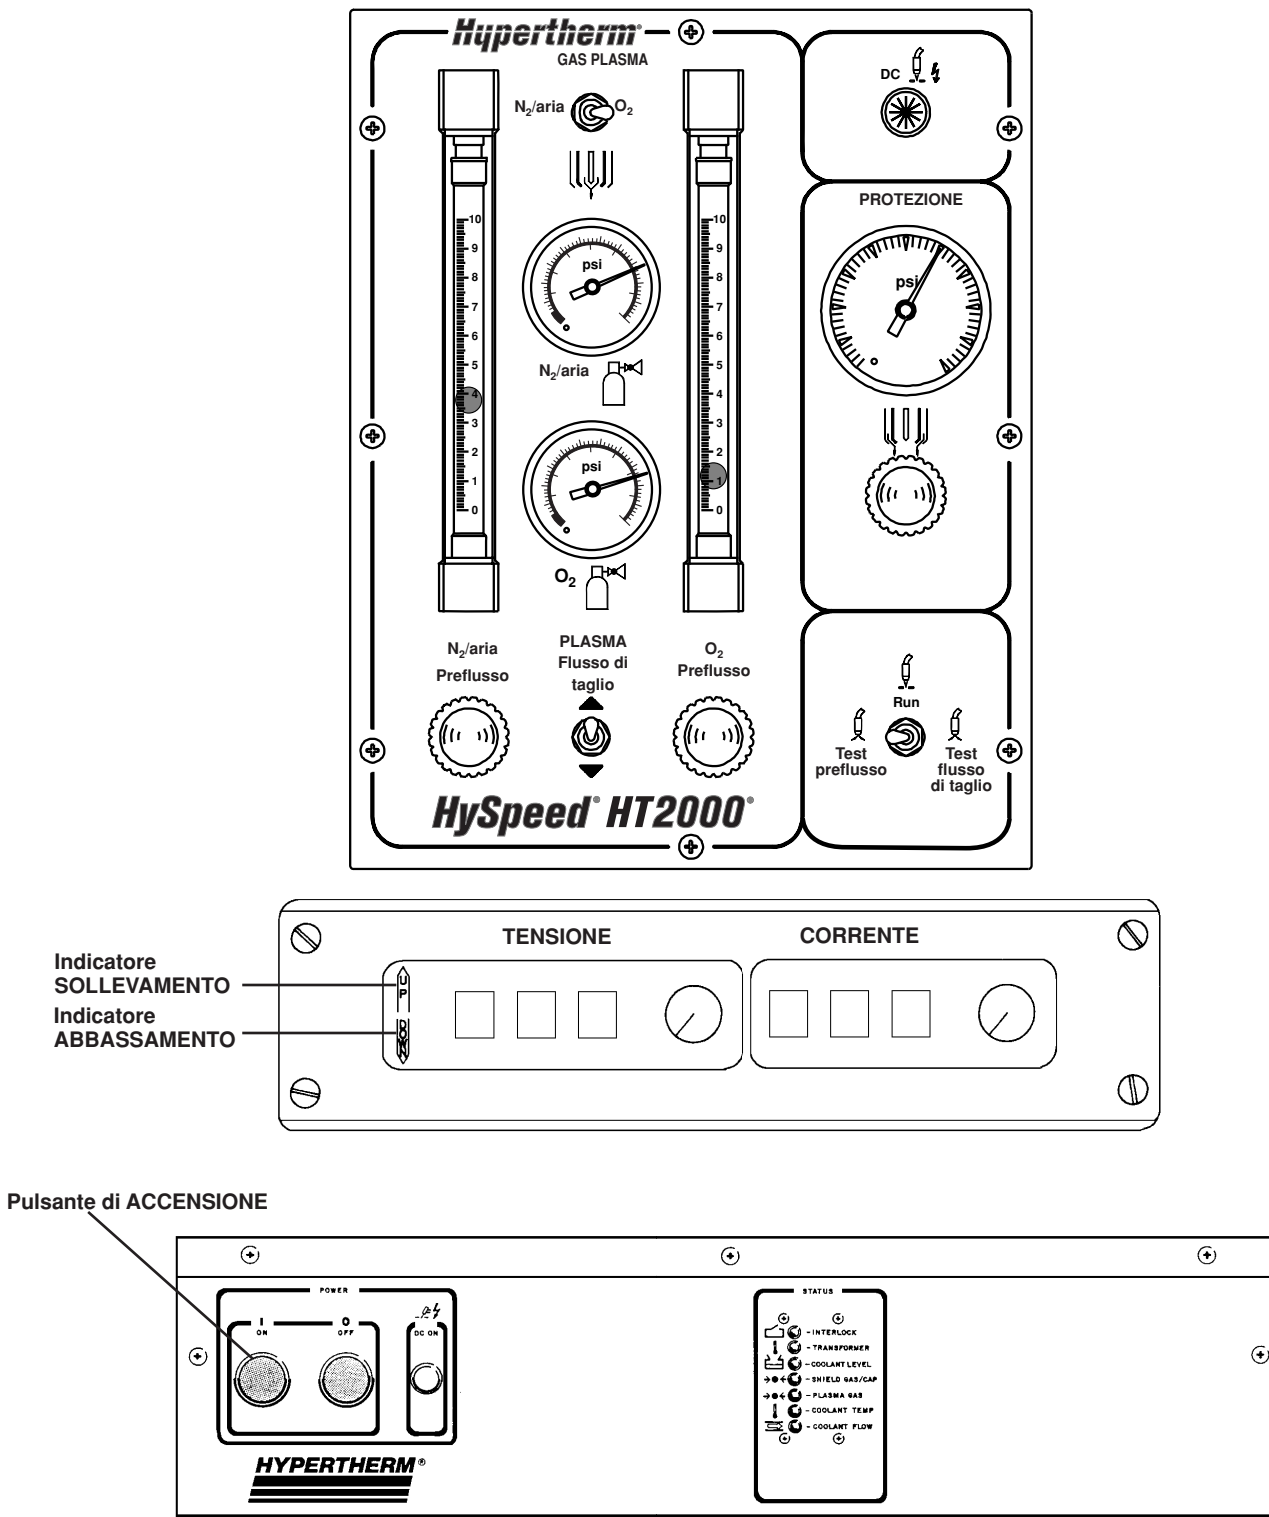

Figura 5-1 Comandi ed indicatori per il controllo del sistema
La seguente procedura si basa sul presupposto che il sistema HT2000 comprenda un sistema IHS ed un modulo digitale di controllo V/C (DR) a distanza. Consultare la figura 5-1.